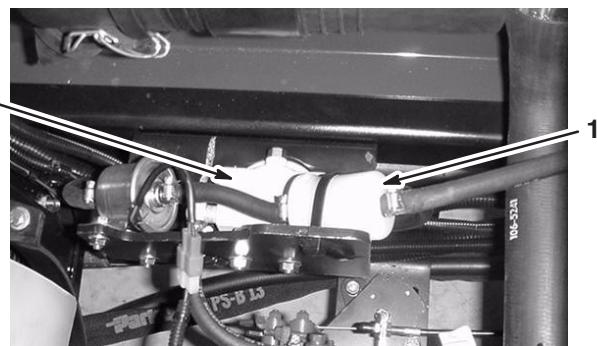

Figure 39
4. Desserrez les colliers de serrage et repoussez-les pour les éloigner du filtre (Fig. 39).